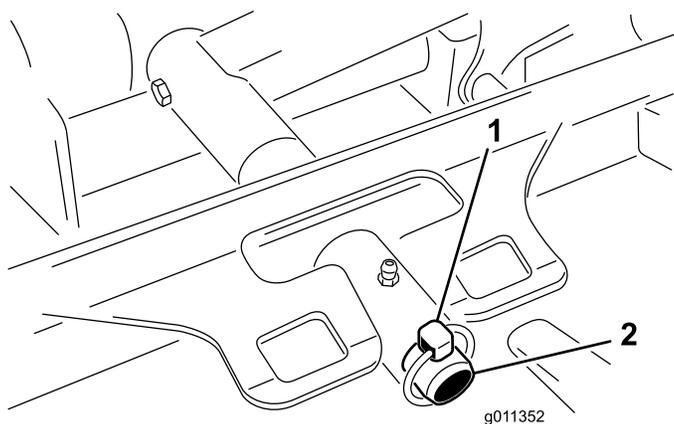

図 72
3. デッキのキャリアフレームを昇降アームのピボットピンに固定しているリンチピンランドマスター 4500またはリテーナナットランドマスター 4700を外す **図 72**。
2. デッキのキャリアフレームを昇降アームのピボットピンにセットする **図 72**。デッキをピンに取り付けるリンチピンランドマスター 4500またはリテーナナットランドマスター 4700を使用する。